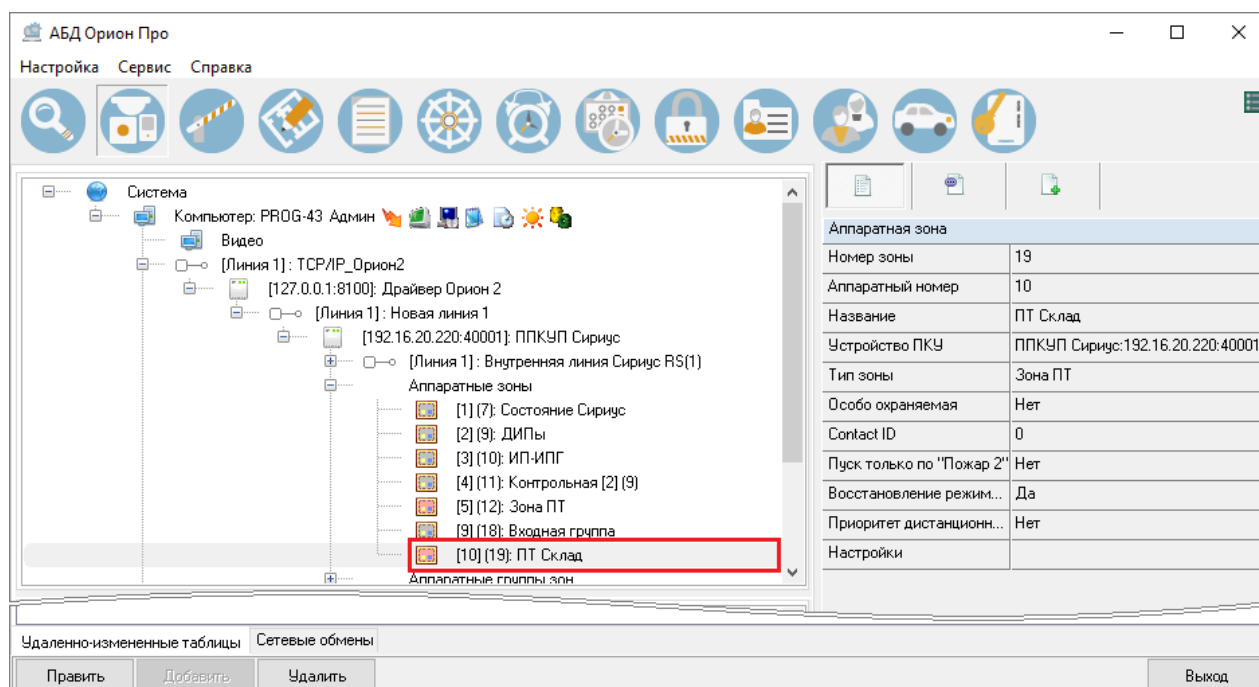

Рисунок 6-337 Зона ПТ в дереве объектов системы
- в дереве объектов системы на страницах «Адреса приборов» и «Структура системы» как дочерний элемент узла «Аппаратные зоны» на внутренней линии ППКУП «Сириус», для которой создавалась эта зона ПТ (см. Рисунок 6-337);